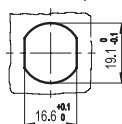

Рис. 1
- Первое программирование: вставьте латунный программирующий ключ и поверните замок по часовой стрелке на 45° (рис. 1). Замок запрограммирован. Вставьте обычный ключ из нейзильбера для запертия или отпирания задвижки (рис. 2).
- Перепрограммирование замка: вставьте ключ, которым был запрограммирован замок, и поверните ключ против часовой стрелки на 45°, пока сердечник не окажется в нейтральном положении (рис. 3). Удалите старый программирующий ключ, вставьте новый программирующий ключ (из нового комплекта) и поверните его по часовой стрелке на 45° (рис. 1).